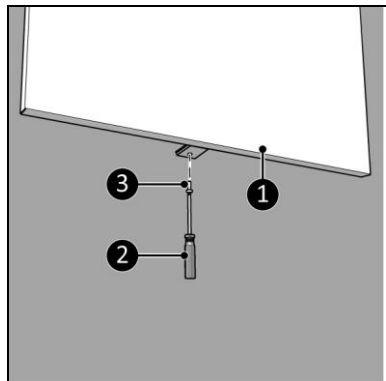

Abbildung 10
13. Schrauben Sie das Gerät (Abbildung 10, Pos. 1) mit einer kleinen Schraube (Abbildung 10, Pos. 3) mit einem Phillips Kreuzschlitzschraubendreher (Abbildung 10, Pos. 2) an der Wandhalterung fest.